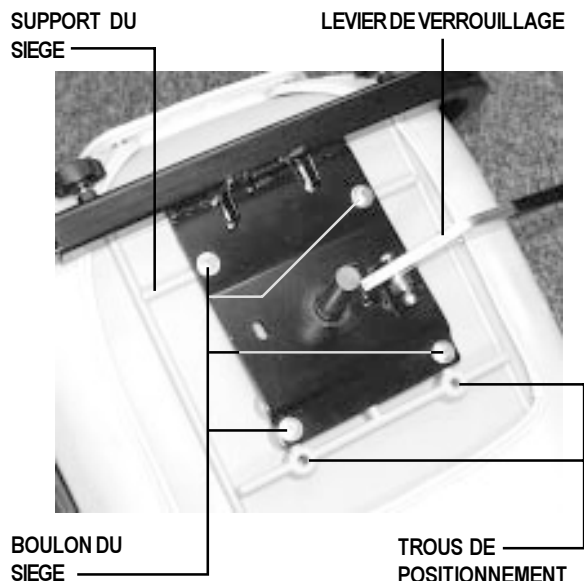

Figure 12. Replage avant/arriere
1. Pesez sur la manette du siège, soulevez-le et retirez-le de votre scooter. Voir la figure 12.
Vous pouvez repositionner le siège vers l'avant ou vers l'arrière (3 positions) par rapport à la distance du guidon. Voir la figure 12.
2. Retirez les quatre boulons qui attachent le siège au support. Voir la figure 12.